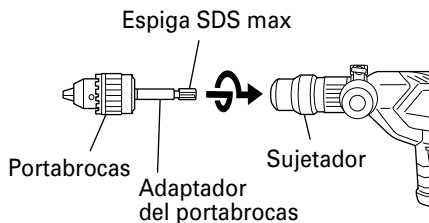

Fig. 15
- (2) Fijación del adaptador para portabarreras al portabarreras (Fig. 15)